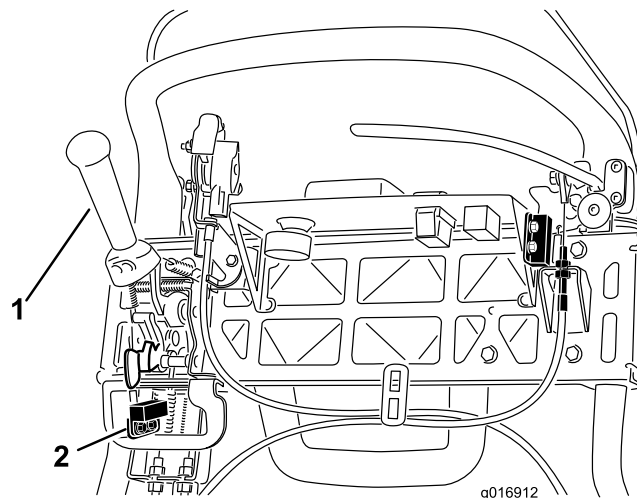

Figura 39
4. Desaperte as juntas de montagem do interruptor de segurança (Figura 39).
5. Coloque uma cunha de 1,6 mm entre a alavanca de tração e o interruptor de segurança (Figura 39).